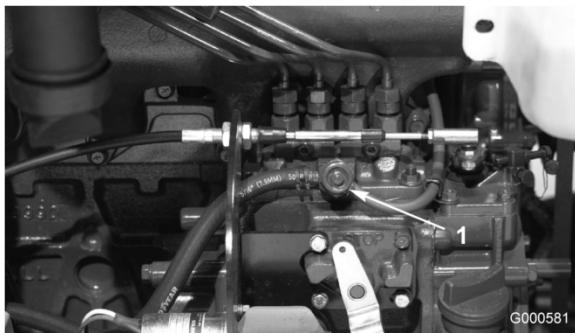

Figura 39
- Abra el tornillo de purga de aire de la bomba de inyección de combustible (Figura 39).